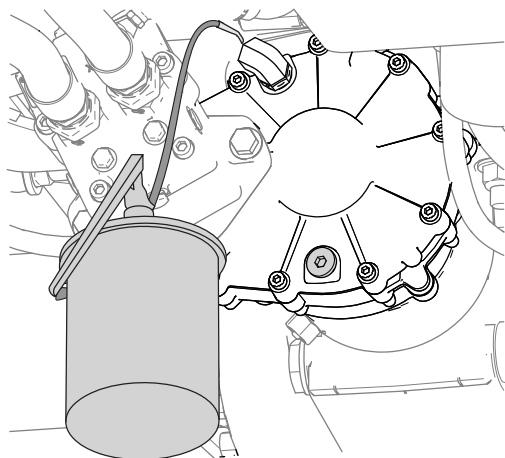

Рисунок 112
6. Залейте в редуктор 0,34 л масла указанного типа через штуцер 90° (Рисунок 112).